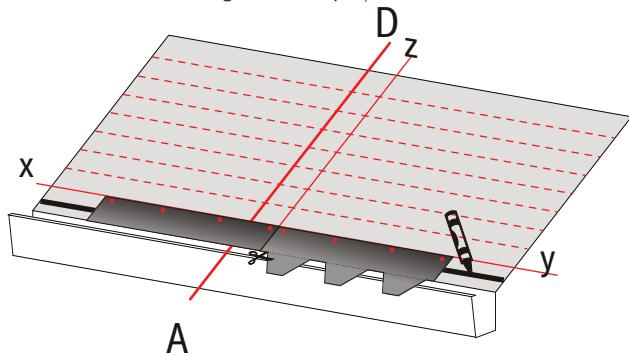

Fig. 3 - Montaj prima fila
- Se verifică alinierea primei plăci față de linia I (Fig.3);